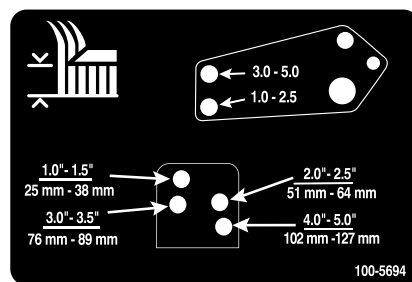

Figura 31
10. Alinee los taladros de los acoplamientos de los amortiguadores con los taladros seleccionados del soporte de altura de corte en el bastidor de la carcasa de corte y coloque los pasadores de horquilla y las chavetas (Figura 31).